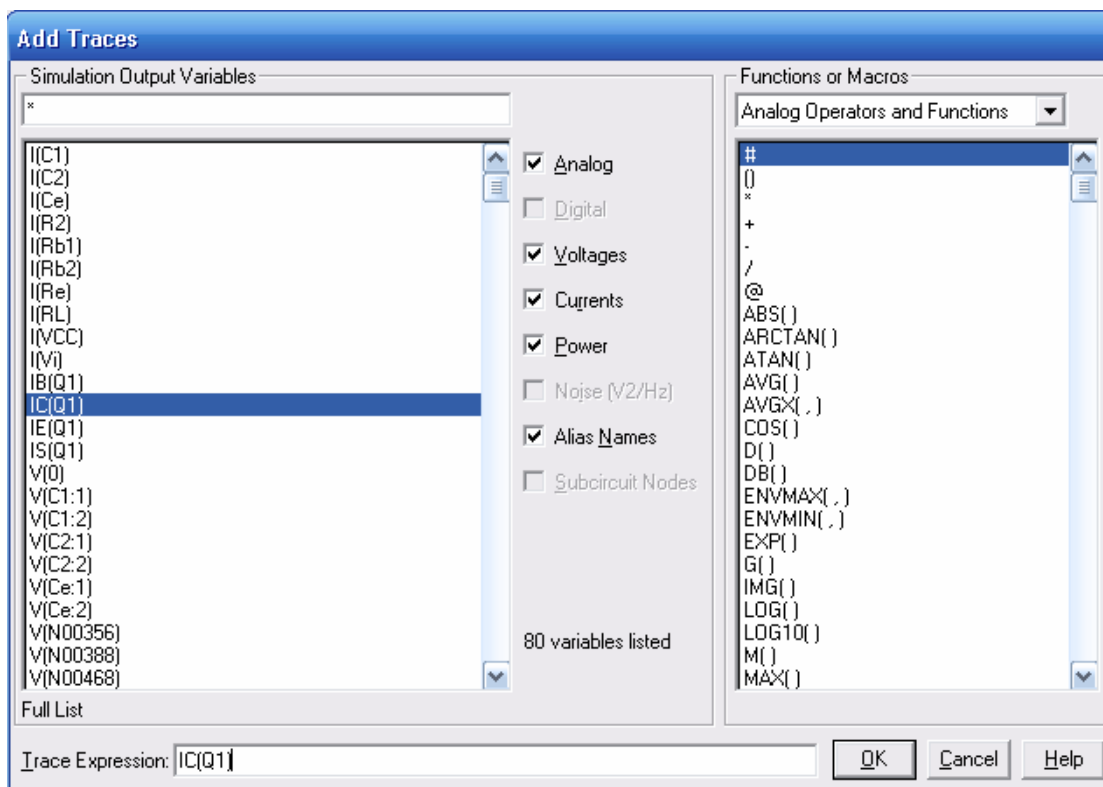
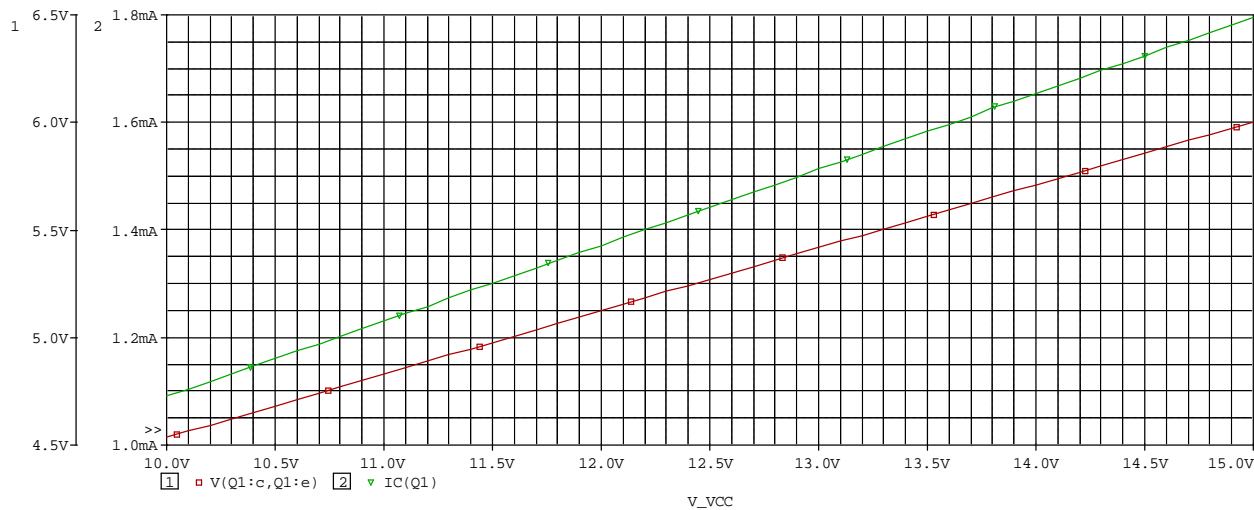

图 7.3 显示 Ic 曲线
图 7.4 直流工作点扫描结果
- 5、点击仿真按钮 ，开始仿真，得到如下图 7.3 中红色的曲线（Vce 电压），为了在一张图中同时显示直流工作点电流曲线，我们添加一个 y 轴，在仿真窗口选择 Plot → Add Y Axis，这时窗口内会出现一条 Y 轴，同时我们刚才仿真的 Vce 曲线被标注为 1，其对应的 Y 轴的标号也是 1，此时选择  或者执行 Trace → Add Trace 命令添加欲显示的 Ic 曲线，此时会出现如下的对话框，我们选择 IC (Q1)，此时仿真窗口内即会出现如图 7.4 所示的仿真结果：
f) 将图 7.3 中的电路图加入三个探针, 其中两个电压探针  分别放置在 V_i 和 V_{out} 处, 另一个执行 PSpice \rightarrow Markers \rightarrow Advanced \rightarrow Phase Of Voltage 选择电压相位探针放置在 V_{out} 处。如下图 7.5 所示: